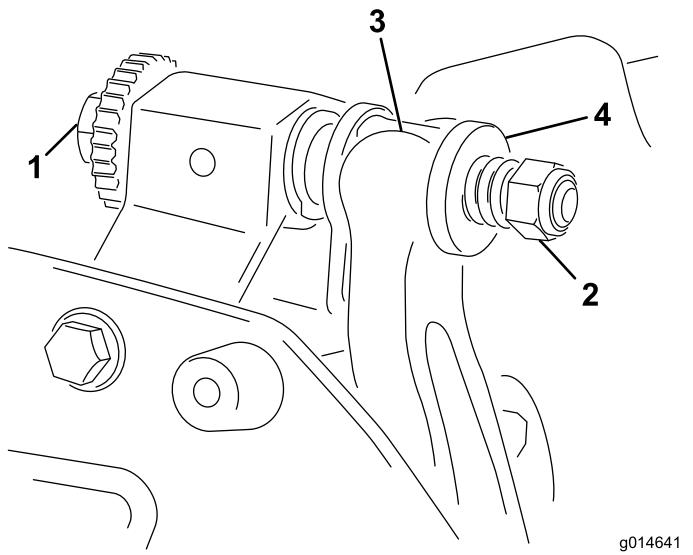

Figura 20
1. Rode o parafuso de ajuste da barra de apoio no sentido contrário ao dos ponteiros do relógio, para afastar a lâmina de corte do cilindro (Figura 20).
2. Faça recuar a porca da mola tensora até que a anilha deixe de estar sob tensão contra a barra de apoio (Figura 20).
1. Instale a barra de apoio, posicionando as aletas de montagem entre as anilhas e o parafuso de ajuste da barra de apoio (Figura 20).